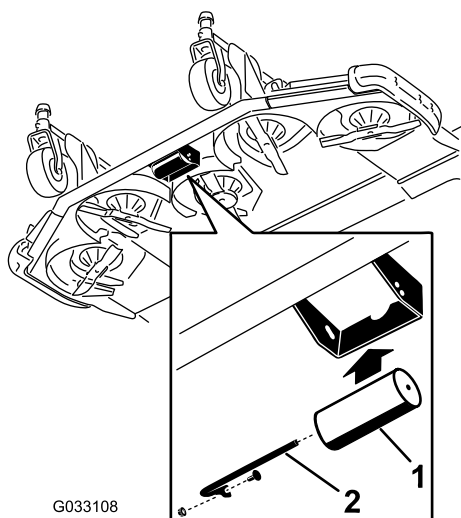

Figura 42
2. Allineate il rullo ai fori superiori e montate l'albero con la vite e il dado (Figura 42).